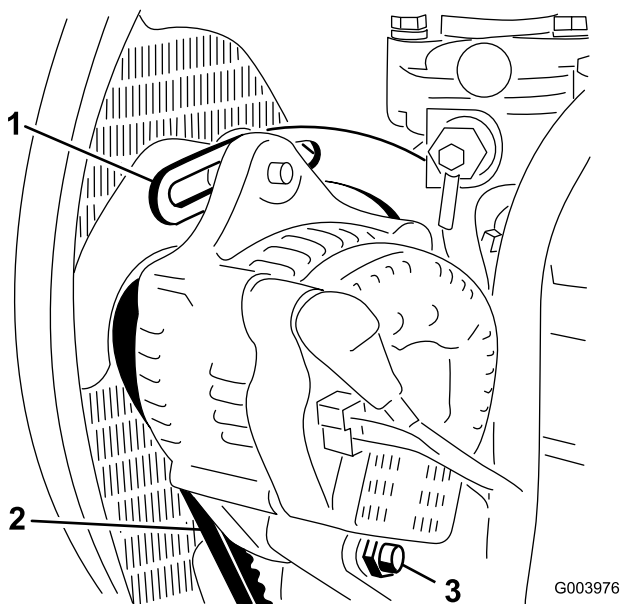

Figura 72
2. Compruebe la tensión de la correa del alternador flexionándola (Figura 72) en el punto intermedio entre las poleas del alternador y del cigüeñal con una fuerza de 10 kg (22 libras).
3. Afloje el perno que fija el tirante al motor (Figura 72), el perno que fija el alternador al tirante y el perno de pivote.